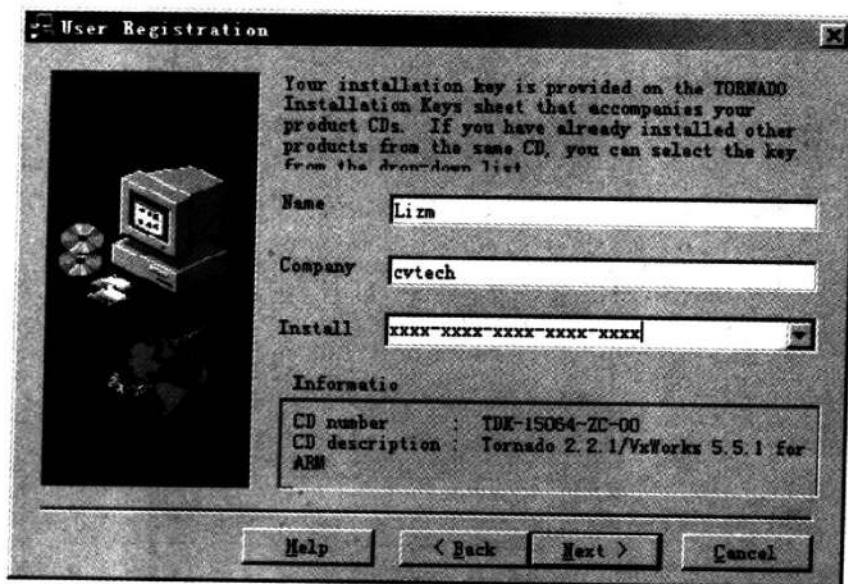
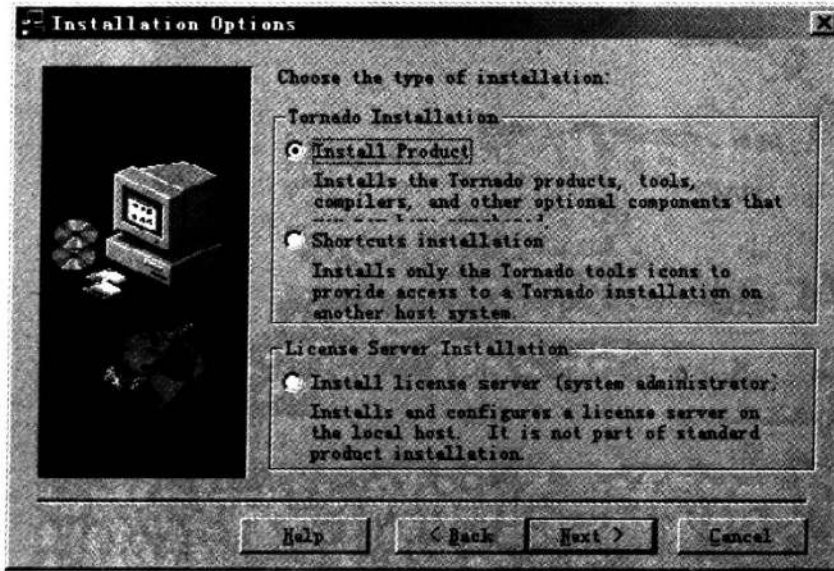

图 3-4 输入用户名、公司名和安装序号
图 3-5 选择安装模式
③ 如图 3-4 所示,在相应位置分别填写用户名(Name)、公司名(Company)以及由风河公司提供的安装序号(Install),并单击 Next 按钮,弹出如图 3-5 所示的界面。
④ 在图 3-5 中,可以使用系统默认的安装模式 Install Product。